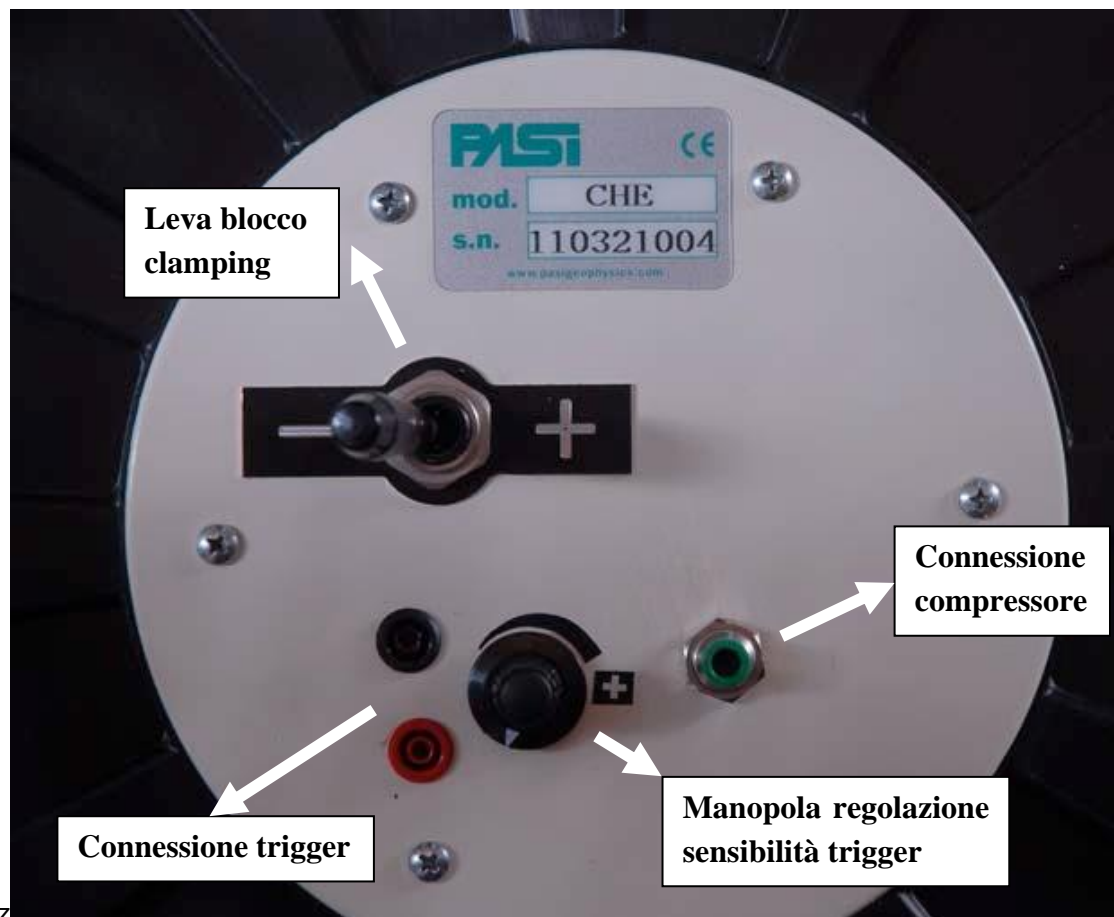

FIGURA 3 PANNELLO DI CONTROLLO
4. Collegare il compressore all'apposito ingresso sul rullo dell'energizzatore, (**figura 3**).
5. Verificare prima di introdurre nel foro che i pistoni di fissaggio alle pareti del foro funzionino correttamente muovendo la leva dell'aria verso la posizione + (**figura 3**) ed azionando la pompa o il compressore, smettere quindi di pompare o spegnere il compressore spostare la leva di controllo aria e controllare che i pistoni ritornino nella posizione di riposo.
7. Muovere la leva dell'aria in posizione + (**figura 3**) (pompendo o con il compressore acceso) per fissare l'energizzatore alle pareti del pozzo (non superare i 6 bar sul manometro della pompa o del compressore) e smettere di insufflare aria.
9. L'avvio della registrazione sul sismografo sarà dato dal geofono starter presente tra i due pistoni di fissaggio (attenzione regolare la sensibilità con l'apposita manopola presente sul rullo avvolgitore in funzione del sismografo posseduto, in maniera che la registrazione si avvii solo al momento dell'impatto e non durante le manovre sul cavo) (**figura 3**)
11. Sbloccare l'energizzatore disponendo la manopola sul – (**figura 3**) e raggiungere la nuova posizione di energizzazione e ripetere tutte le operazioni da 7 a 10 per ogni energizzazione desiderata.
12. A fine energizzazione staccare il tubo dell'aria dalla connessione del compressore (**figura 3**) e pulire bene l'energizzatore da foro, togliendo tutte le tracce di fango e/o terriccio. Se necessario, lubrificare leggermente le parti in movimento.